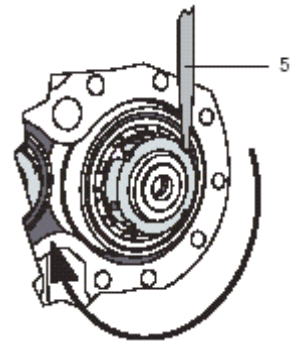

Fig. 3 Ajustando a folga axial
- Solte os dois parafusos de fixação (1), ver Fig. 3, posicionados ao redor da porca entalhada. Depois reaperte-os novamente de modo que a porca entalhada não se desprenda e também não se movimente tão facilmente.
- Solte os dois parafusos de fixação (1, Fig.3) posicionados ao redor da porca entalhada. Depois reaperte-os novamente de modo que a porca entalhada não se desprenda e também não se movimente tão facilmente.